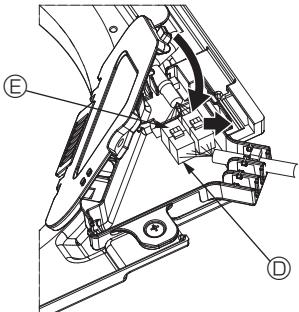

Fig. 5-10
- Después de colocar los cables en la caja de conexión, cierre la cubierta de la caja de conexión. Compruebe que los cables no queden atrapados. (Fig. 5-10)